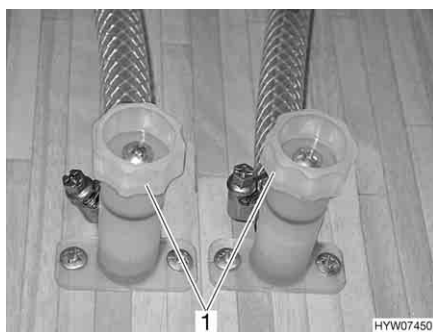

Fig. 128 Rubinetti di scarico
- Chiudere i rubinetti di scarico. Ruotare i coperchi (Fig. 128,1) in senso orario. L'ubicazione dei rubinetti di scarico è riportata nella tabella "Posizione dei rubinetti di scarico" alla fine del presente capitolo.